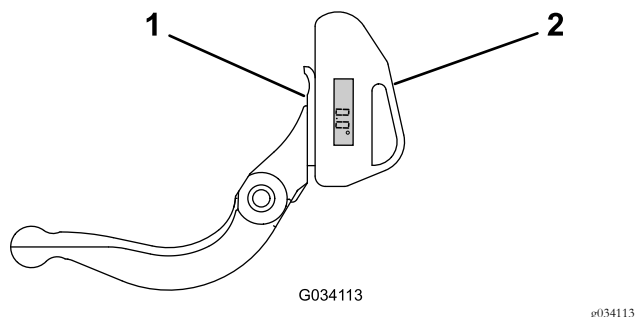

Bild 27
1. Positionieren Sie den Neigungsmesser an der Unterseite des Untermessers, wie in Bild 27 abgebildet.